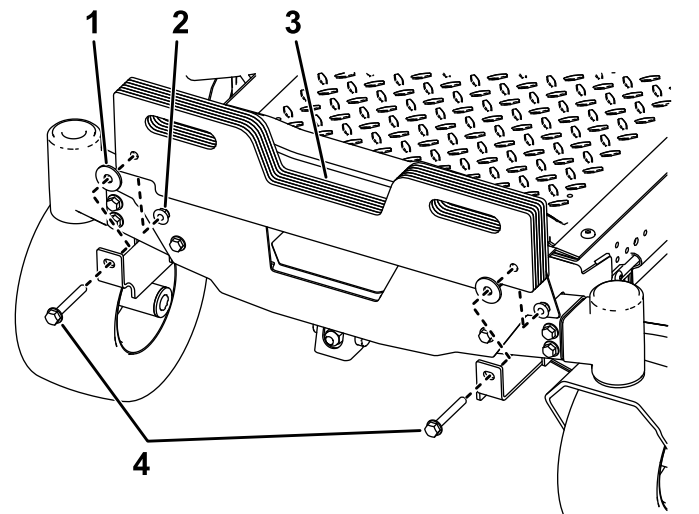

Figure 16
5. **Modèles à système de ramassage seulement :** montez les masses à poignée supplémentaires qui sont fournies sur la machine à l'aide de 2 boulons ($\frac{3}{8}$ " x $3\frac{3}{4}$ "), selon les besoins, en vous reportant au tableau suivant (Figure 16).